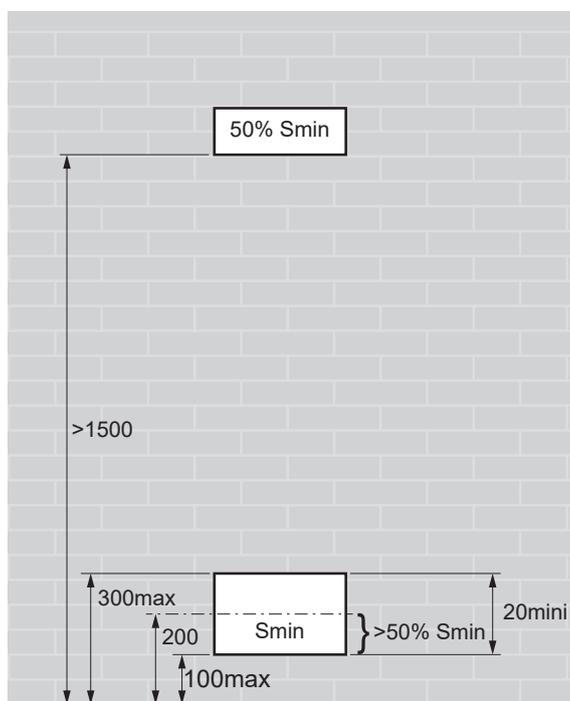

fig. 23 - Posizione delle aperture per la ventilazione
- se non è possibile rispettare la superficie minima (fig. 24), seguire le istruzioni della fig. 26 per tenere conto della superficie dei locali adiacenti e della creazione di punti di aerazione (vedere fig. 23 e fig. 25).